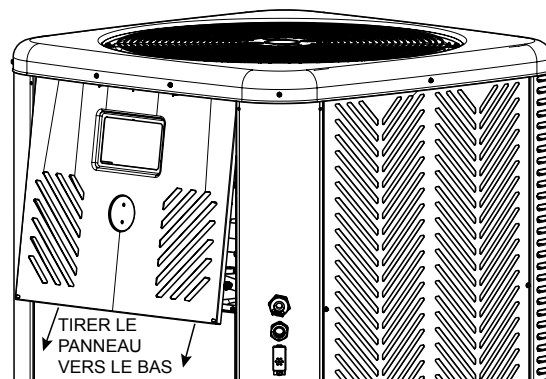
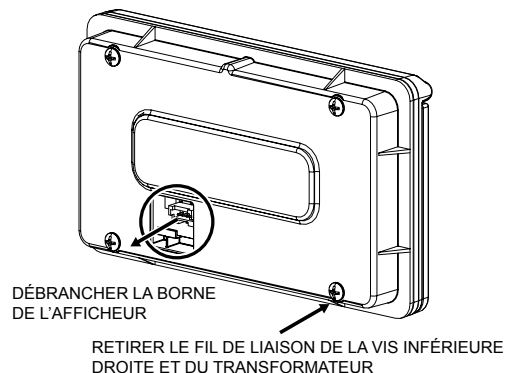

Figure 128. Détacher le panneau avant
Figure 129. Retirer le câblage de l'afficheur
3. Pour retirer le panneau avant, tirez la partie inférieure du panneau vers le bas et vers l'extérieur, puis débranchez le fil relié à l'arrière de l'interface utilisateur. Le panneau peut maintenant être retiré. Voir **Figure 128** et **Figure 129**.